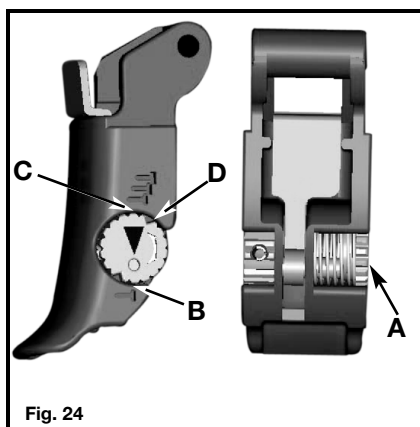
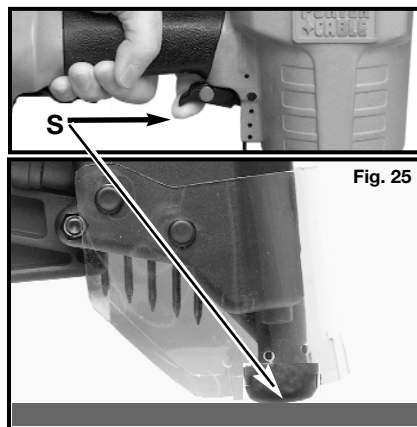

Fig. 24
Fig. 25
1. Pour utiliser l'outil en mode de séquentiel À LA GÂCHETTE, enfoncez l'axe du levier de la gâchette (A) Fig. 24, faites-le pivoter pour le mettre en position (B) et relâchez-le. Remarque : L'axe du levier de la gâchette est rappelé par ressort et maintenu en position par une languette de retenue (D) Fig. 24 pour l'empêcher de bouger quand on utilise l'outil. Pour tirer un élément de fixation, agrippez l'outil fermement pour ne pas en perdre le contrôle, placez son nez sur la surface de travail, poussez l'outil fermement contre la surface de travail pour depress la sûreté, **comme montré (s) à Fig. 25, et serrez alors le gâchette le pour feu à attache**. Permettez l'outil de reculer de la surface de travail lors de l'enfoncement de l'élément de fixation. Cette méthode de « tir à la gâchette » permet d'obtenir une grande précision dans le positionnement des éléments de fixation.
2. Pour utiliser l'outil en mode de TIR PAR ENFONCEMENT, enfoncez l'axe du levier de la gâchette (A) Fig. 24, faites-le pivoter pour le mettre en position (C) et relâchez-le et appuyez sur la gâchette. Remarque : L'axe du levier de la gâchette est rappelé par ressort et maintenu en position par une languette de retenue (D) Fig. 24 pour l'empêcher de bouger quand on utilise l'outil. Pour tirer un élément de fixation, agrippez l'outil fermement pour ne pas en perdre le contrôle, appuyez sur la gâchette et maintenez-la enfoncée, **fermement de poussée contre la surface de travail pour depress contact sûreté, comme montré à (S) Fig. 25, et puis pour tirer un élément de fixation**. Permettez l'outil de reculer de la surface de travail lors de l'enfoncement de l'élément de fixation. Si on laisse l'élément de sécurité toucher à nouveau la surface avant d'avoir lâché la gâchette, un autre élément de fixation sera contact accidentellement enfoncé. Elle permet d'enfoncer des éléments de fixation très rapidement.